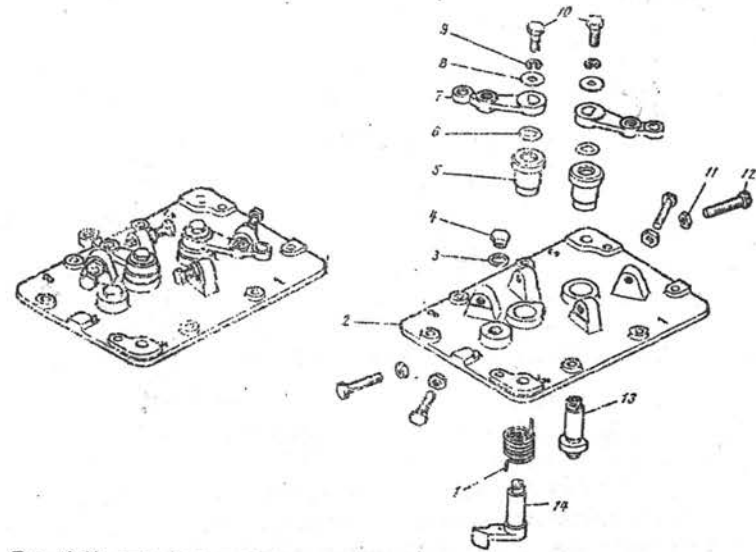

Рис. 6. Крышка регулятора частоты вращения:
50. Завернуть маслосливную пробку 4 /рис. 6/, завернуть гайки 11 регулировочных болтов на регулировочные болты 12, ввернуть болты 12 в приливы крышки 2. /Ключ гаечный 10 мм/.
33. Отвернуть болты 10 /рис. 6/ пружинными 9 и плоскими 8 шайбами крепления рычага управления регулятором и рычага останова, снять рычаги 7 и вал 13 рычага управления, кольцо уплотнительное 6, выпрессовать втулку 5 рычага управления, рычаг 14 выключения подачи и возвратную пружину 1. /Ключ гаечный 10 мм, оправка $d=10$ мм $L=60$ мм/.